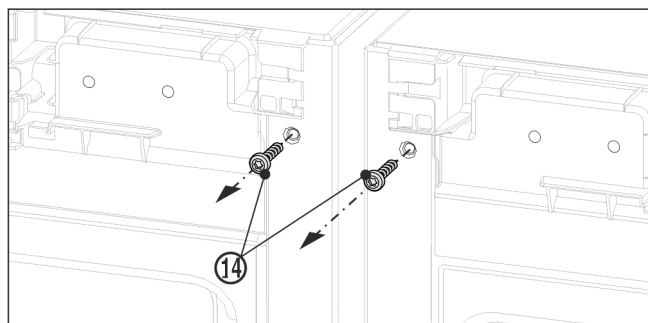

Fig. 12
- ▶ Antes de montar la escuadra superior, desenrosque los dos tornillos de conexión a tierra Fig. 12 (14).